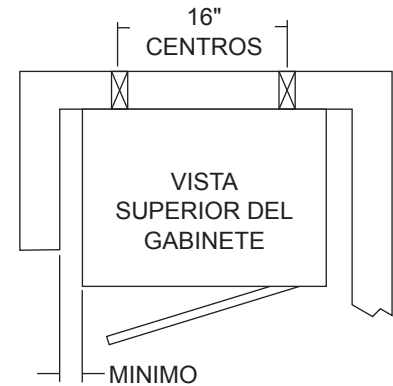

Figura 9
Para mayor seguridad la caja fuerte debe quedar fijada sobre una superficie sólida con espacio mínimo de cada lado. Idealmente, el gabinete quedaría fijado en la pared lateral de un closet. (Figura 9)
Los (4) hoyos para montar el gabinete a la pared, ubicados en la parte posterior de la unidad, deberán alinearse con los centros de la madera detrás de las paredes de tablarroca. Taladre hoyos nuevos en la caja fuerte si es necesario. (Figura 9)